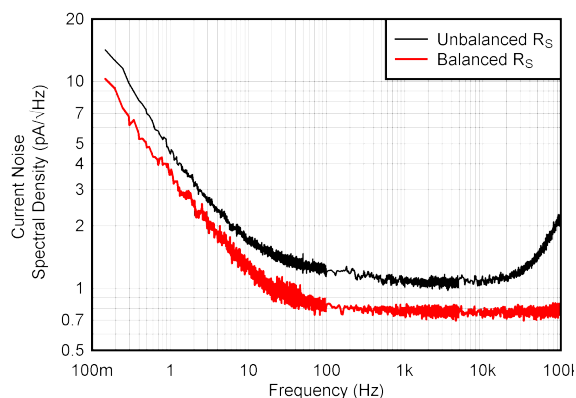

图 7-25. 电流噪声频谱密度与频率间的关系 (RTI)
- (7) 该参数在高速自动测试环境中进行测试, 不测量时间常数较长的热效应。热效应取决于电源电压、布局、散热和气流条件。
- (8) 总 RTI 电压噪声等于: $e_{\text{N(RTI)}} = \sqrt{[e_{\text{NI}}]^2 + (e_{\text{NO}}/G)^2}$ 。
- (9) 为不平衡输入阻抗指定的输入电流噪声密度。偏置电流消除功能改善了平衡系统的噪声性能; 请参阅图 7-25。